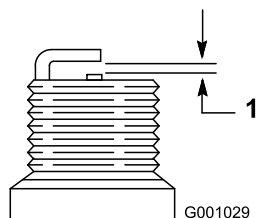

Рисунок 53
4. На новой свече установите зазор между электродами, равный 0,76 мм, как показано на Рисунок 53.